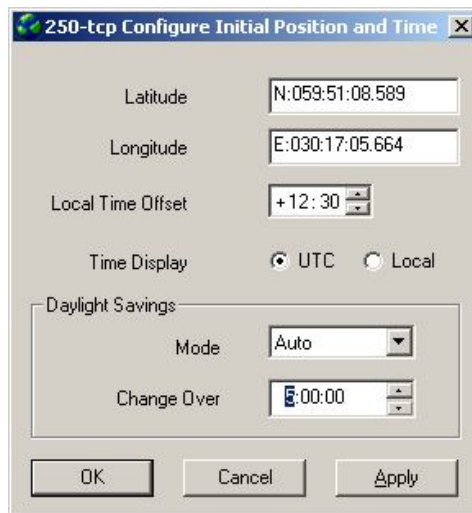

Рисунок 28
8.3.2 Выберите в ПО PSCSV™ Connection > Configure > Initial Position and Time -настройка параметров местоположения и времени, и в появившемся диалоговом окне, рисунок 28, введите данные географического местоположения и часового пояса установки счетчика.